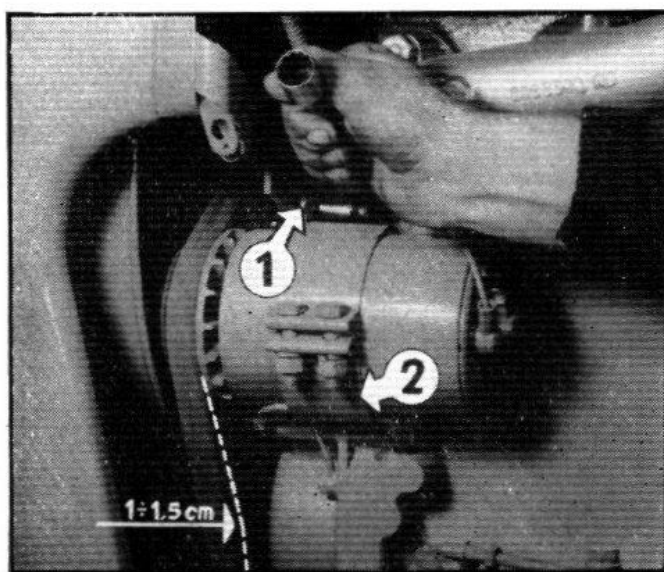

Fig. 21. — Réglage de la tension de la courroie du ventilateur et de la dynamo.
### 3° Courroie de commande du ventilateur et de la dynamo (fig. 21) :
- Desserrer l'écrou qui retient la dynamo à la glissière supérieure (rep. 1, fig. 21).
Noter qu'une usure anormale de la courroie peut être également due à un défaut d'alignement de la poulie de la dynamo, par rapport à la poulie du ventilateur et à celle du vilebrequin moteur. Dans ce cas, déplacer la dynamo dans son support après desserrage des deux boulons prévus à cet effet sur le collier (rep. 2, figure 21).